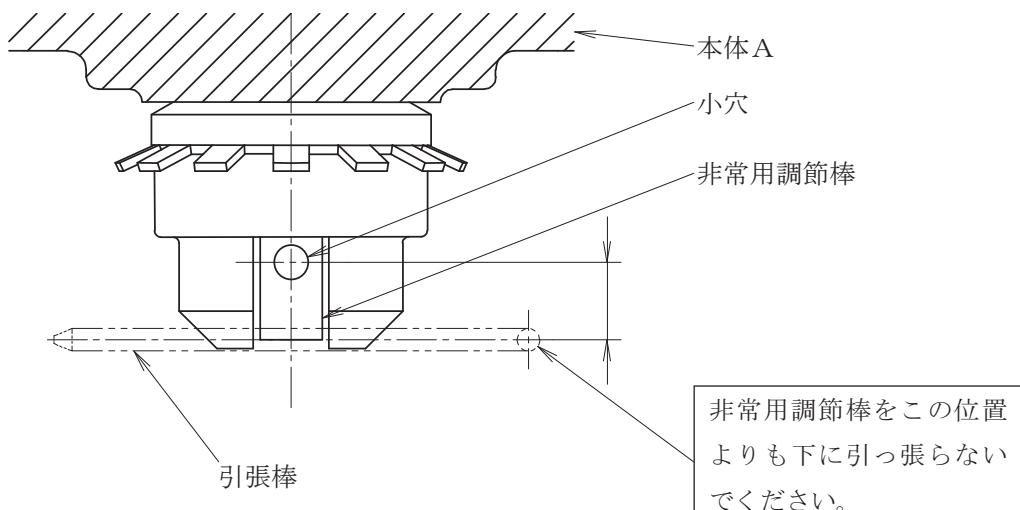

図5 非常用調節棒
- (1) 本体Aの下に非常用調節棒があります。正常の作動の場合には非常用調節棒を使用する必要はありません。この調節棒は、非常の場合、例えばセンサが破損したために液体温度が異常に上昇したような場合のみ使用します。
- (2) エレメントが正常に作動しているかどうかは非常用調節棒の下端の動きを見ると分かります。
- (3) 非常用調節棒を引張ったり回転したりし易いよう引張棒が付属しています。通常は引張棒を非常用調節棒に差し込みます、ぶら下げておいてください。調節すべき液体の温度が異常に上昇したとき、非常用調節棒の小穴に引張棒を差し込んで下に引張り、90度右に回転して固定します(図5参照)。これで流路Aと流路Cとが強制的に連絡されてクーラーや冷却塔に通水し流体の過熱を防止することができます。